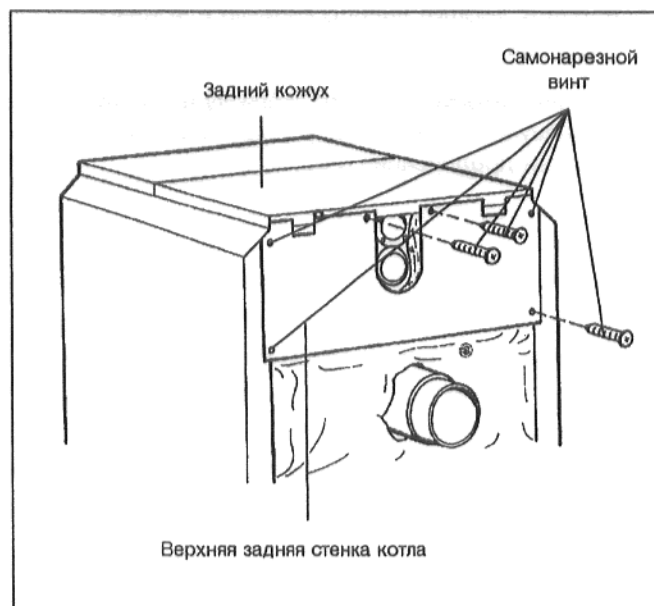

Рис. 34
- Привинтить верхнюю заднюю стенку котла (Рис. 34) к заднему кожуху и к боковым стенкам.